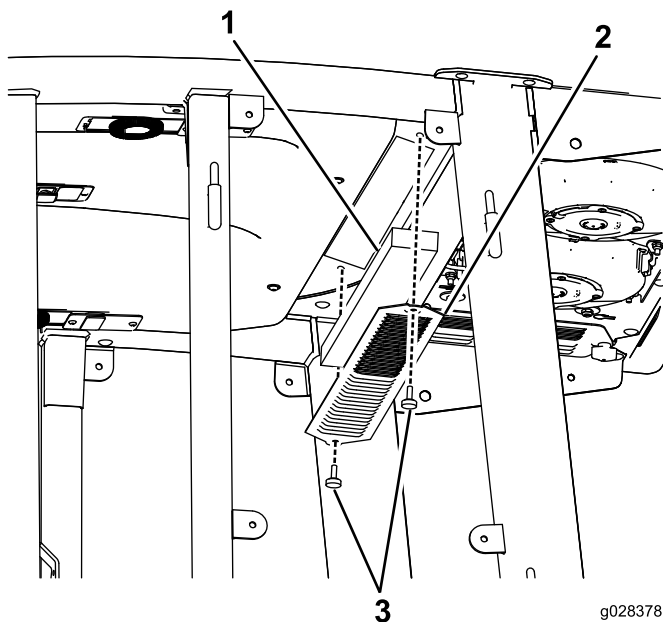

Bild 88
3. Nehmen Sie die 22 Schrauben ab, mit denen das Dach befestigt ist, um das Kabinendach von der Kabine abzunehmen (Bild 88).
4. Entfernen Sie die Luftfilter (Bild 88).
5. Entfernen und reinigen Sie die Klimaanlage (Bild 88).